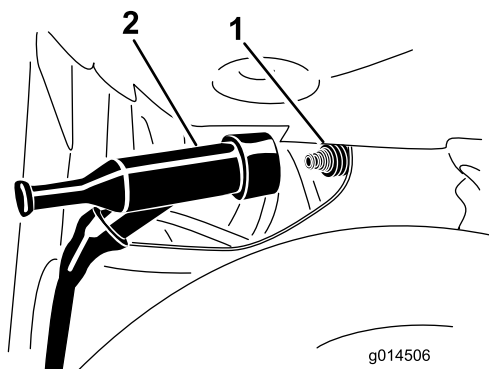

Figura 37
2. Desconecte el cable de la bujía del terminal de la bujía (Figura 37).
4. Conecte el cable de la bujía a presión en el terminal de la bujía (**Figura 37**).